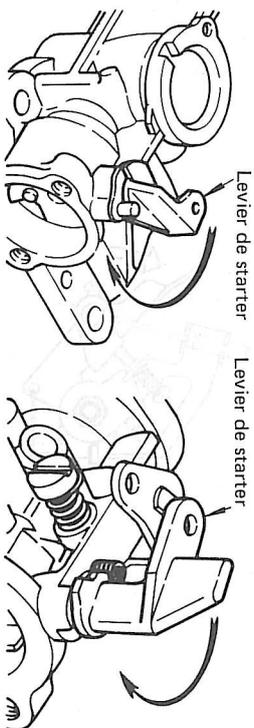

Fig. 4 Carburateur type à pompe à impulsion Fig. 5 Carburateur type à flotteur
- Avant de tirer le démarreur à corde, régler le levier de starter sur la position fermée quand le moteur est froid ou régler le levier de starter sur la position demi ouverte quand le moteur est chaud pour le redémarrer. (Voir les Fig. 4 et 5).